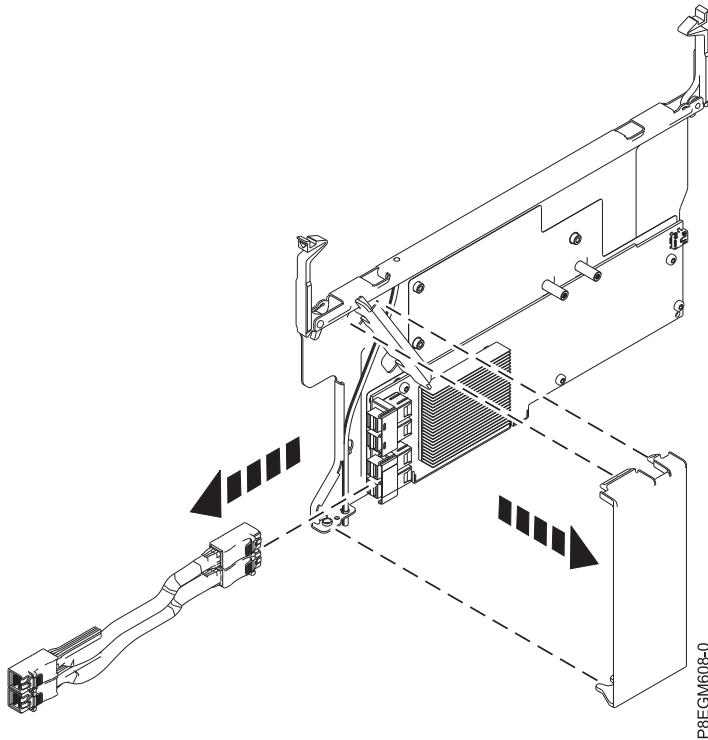

Figura 14. Extracción de la cubierta de flujo de aire
7. Si está extrayendo el adaptador interno SAS RAID de la ranura P1-C15, extraiga la cubierta de flujo de aire del adaptador. En primer lugar, presione en la parte superior de la cubierta y, a continuación, levante la parte inferior de la cubierta y extráigala del orificio en el conjunto del adaptador interno SAS RAID. Deje a un lado la cubierta para reutilizarla en el adaptador de repuesto. Consulte la Figura 14 en la página 18.